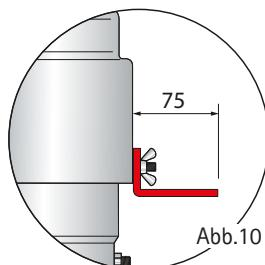

Abb.10
Die mitgelieferten Befestigungs- bzw. Anschlagswinkel auf beiden Seiten des Gehäusedeckels mit Flügelmuttern anbringen. Die Winkel werden mit der kürzeren Seite am Deckel befestigt und gemäß Abb.10 ausgerichtet.
3. Befestigungswinkel mit Flügelmuttern am Gehäuse befestigen (Abb.10, Seite 7)